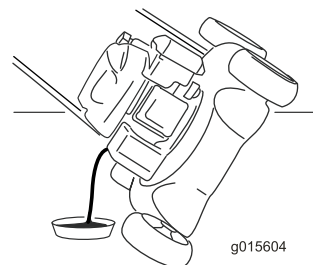

Figura 27
7. Deite a máquina de lado, com o tubo de enchimento de óleo para baixo, para drenar o óleo usado através do tubo de enchimento de óleo para o recipiente de escoamento do óleo (Figura 27).